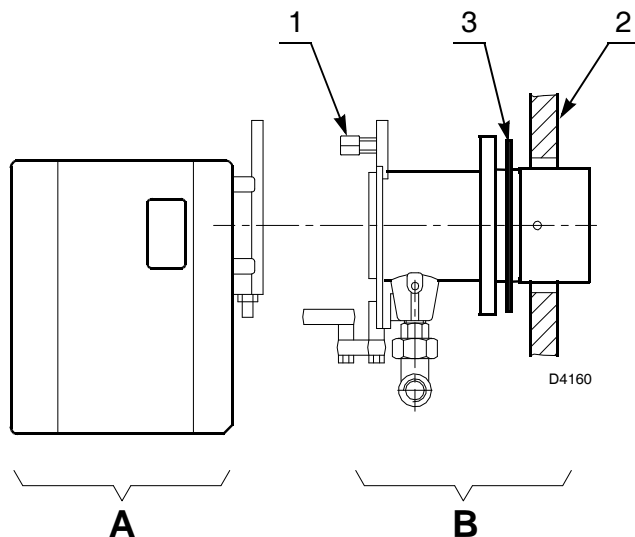

图 10
- 移开螺母1)及A)部分(图10)后，将燃烧头组件与燃烧器分离。
- 在B)部分(图10)安装上绝热垫3)后与锅炉前烟箱板2)紧固连接。